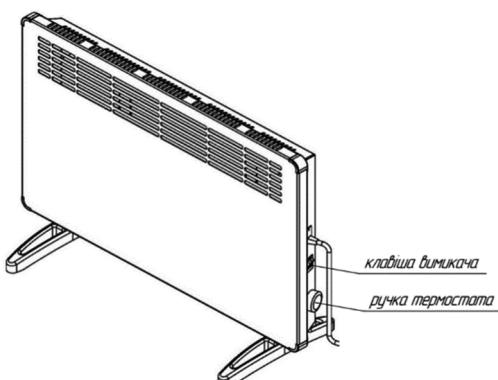

Рис.5
5.8 Переведіть клавішу вимикача у відключене положення «0», ручку терmostата встановіть в положення MIN. Конвектор готовий до роботи (розташування органів керування конвектором наведене на рис. 5).